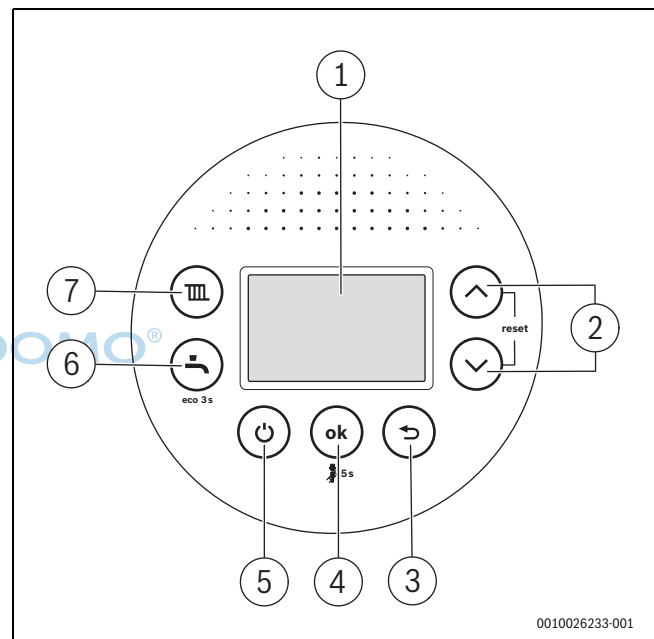

Bild 140 Bedienfeldübersicht
Nach der Inbetriebnahme schaltet die Taste  (→ Bild 140, [5]) gleichzeitig Heizung und Warmwasserbereitung aus oder ein, ohne die Spannungsversorgung zu unterbrechen.
- ▶ Im normalen Betrieb Gerät mit der Taste  (→ Bild 140, [5]) ausschalten.